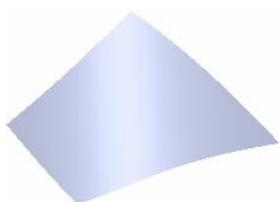

图 1.3.11 曲面 1
Step4. 定义提取面。在图形区选取图 1.3.11 所示的曲面 1 为要提取的曲面。